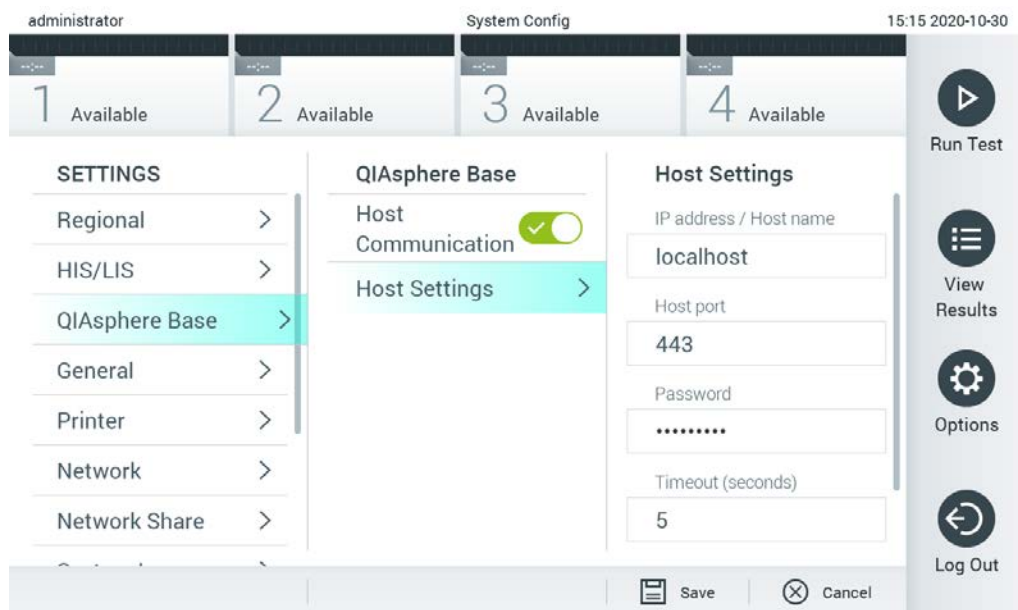

Рис. 72. Конфигурирование подключения к QIAsphere Base.
2. В списке настроек в левом столбце выберите пункт QIAsphere Base (рис. 72).